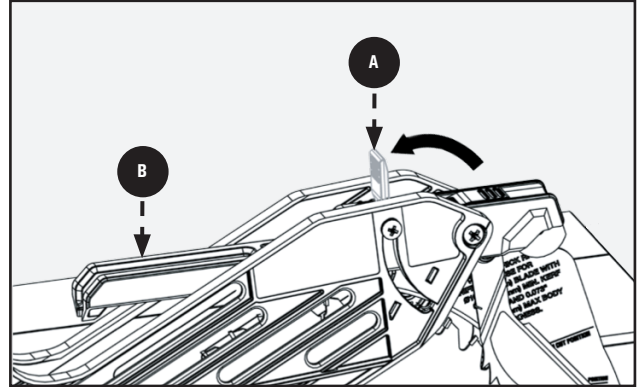

FIGURA 16
3. Véase la Figura 16 (página siguiente). Al tiempo que sujeta la parte frontal de la brazo de soporte de la guarda presione la ficha de bloqueo **A** de la guarda para hoja hacia abajo hasta escuchar un chasquido para trabarla en su lugar. Verifique que la guarda esté enganchada al separador jalando de la misma. Si la guarda no está sujeta, la palanca de bloqueo **A** de la guarda para hoja se levantará a la posición de desbloqueo.
Véase la Figura 16.